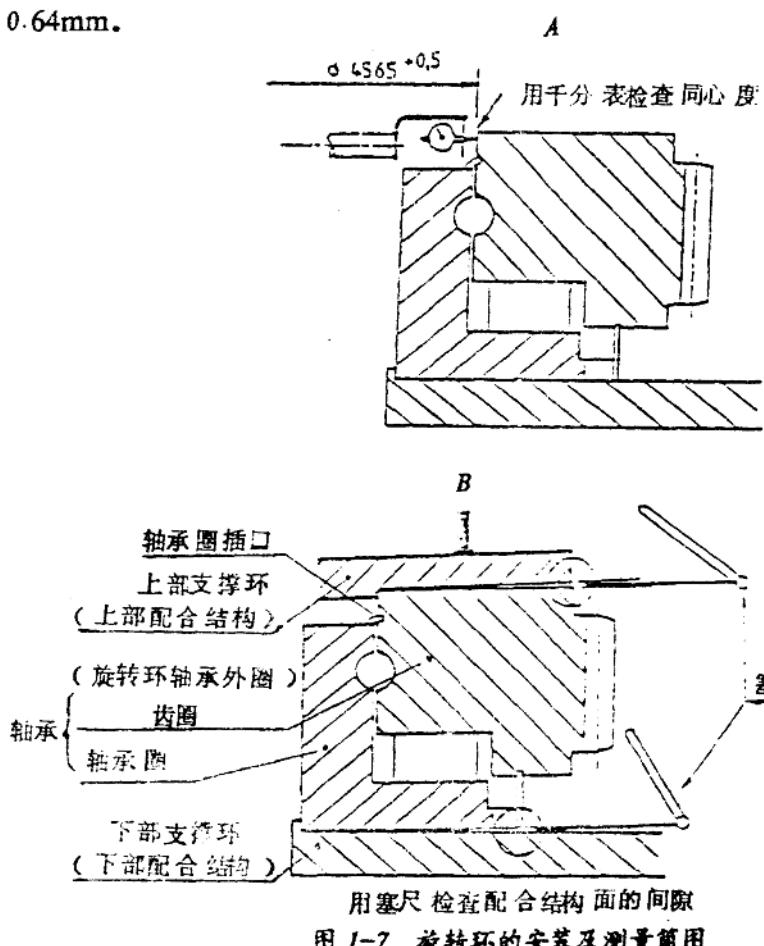

图 1-7 转环的安装及测量简图
用千分表检查轴承内圈的同心度(见图 1-7 A 示)。
(8)检测间隙度(用塞尺，如图 1-7 B 示)。